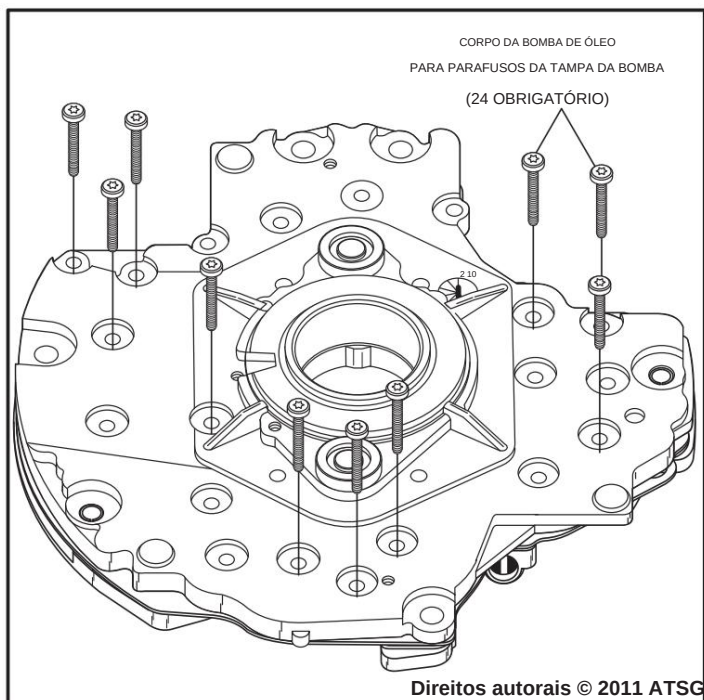

Figura 116
14. Encaixe as duas metades juntas e, com muito cuidado, vire o conjunto, conforme mostrado na Figura 116, e aperte todos os 24 parafusos manualmente.